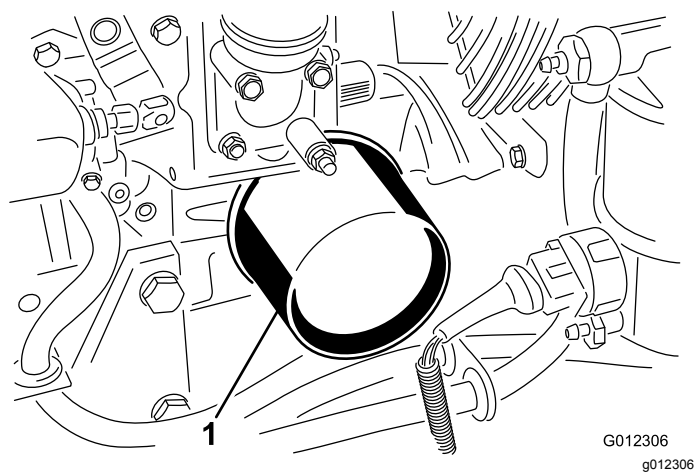

Figure 39
3. Déposez le filtre à huile (Figure 39).